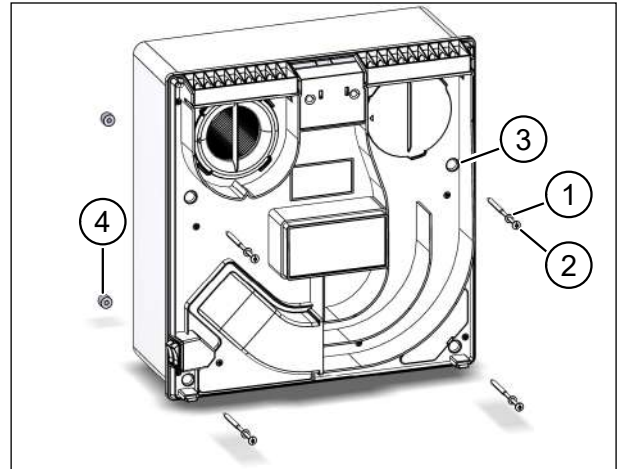

Abb. 33: Befestigungsschrauben einsetzen
- ▶ Stecken Sie die Beilagscheiben (Pos. 1 in Abb. 33) auf die Kreuzschlitzschrauben (Pos. 2 in Abb. 33) auf und führen diese in die Gehäusebohrungen (Pos. 3 in Abb. 33) ein.
- ▶ Schrauben Sie die vier Zentrierhilfen (Pos. 4 in Abb. 33) an der Rückseite auf die vier Kreuzschlitzschrauben soweit auf, dass die Spitze der Kreuzschlitzschraube ca. 10 mm über die Zentrierhilfe hinaussteht.
- ▶ Befestigen Sie das Lüftungsgerät mit den vier Kreuzschlitzschrauben 5 x 100 mm (siehe Abb. 33 auf Seite 33) am Montageset. Ziehen Sie dabei die Schrauben **leicht** über Kreuz an.